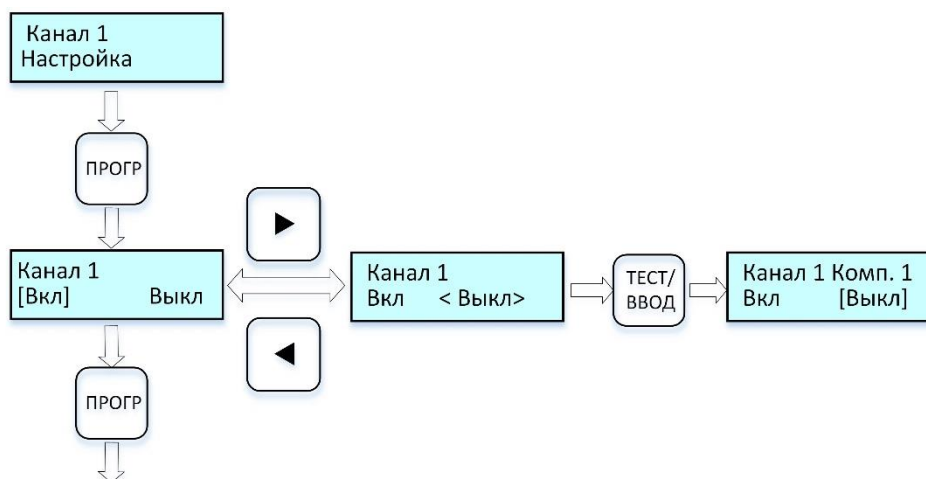

Рисунок 9 – Циклограмма выводимых сообщений на дисплей при включении/выключении выбранного канала
2.6.5.2 Для **включения/выключения канала** выполнить процедуры по циклограмме *рис. 9*: